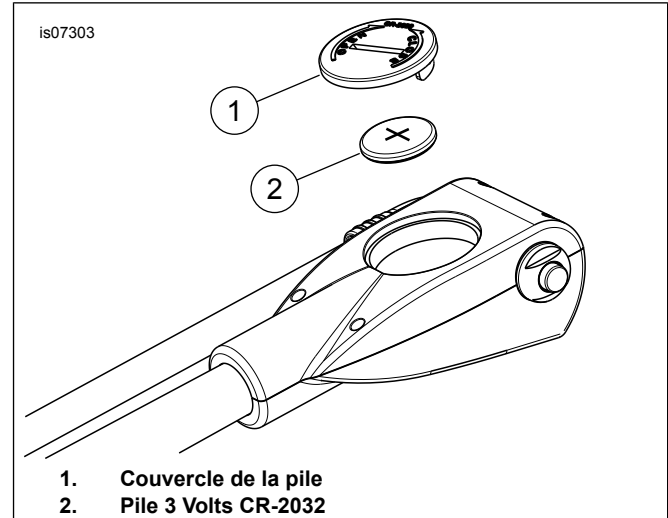

Figure 1. Pile 3 Volts CR-2032
- Voir Figure 1. La pompe est emballée avec une protection sur la pile. Avant de faire fonctionner le présentoir de la pompe, retirer la protection de la pile. Déposer le couvercle (1) et décoller la protection de la pile (2).
- Si nécessaire, remplacer la pile en retirant le couvercle (1). Remplacer avec une pile de type CR-2032.